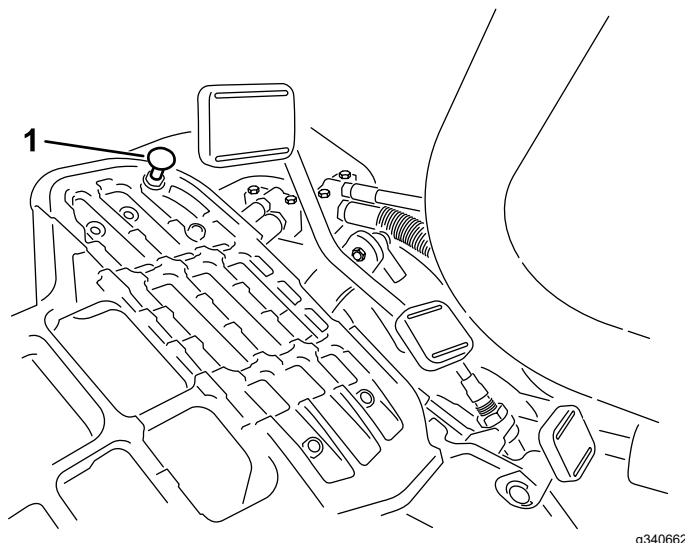

Bild 48
Stellen Sie den Funktionsschalthebel in die TRANSPORT-Stellung und treten Sie auf das Fahrpedal, um die maximale Transportgeschwindigkeit zu erreichen. Wenn das Pedal den Anschlag erreicht (Bild 48), bevor das Kabel gespannt ist, führen Sie folgende Einstellungsschritte aus:
1. Stellen Sie den Funktionsschalthebel in die TRANSPORT-Stellung. Lösen Sie die Sicherungsmutter, mit der der Pedalanschlag an der Bodenplatte befestigt ist (Bild 48).